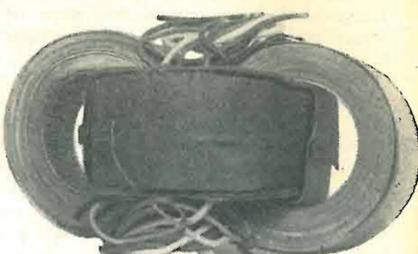

Fig. 7. - Trasformatore a due nuclei avvolti.
2) **Trasformatori a 2 nuclei disposti ad 8** La fig. 7 illustra un tipo con due nuclei concatenati, disposti ad 8, che riproducono la disposizione dei nuclei normali noti sotto il nome di «nucleo a mantello». La figura 8 dà l'idea del montaggio finale in un trasformatore della potenza di 10 kW